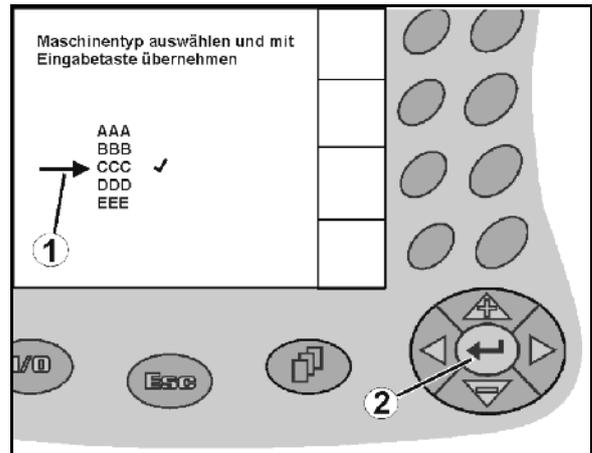

Fig. 14
1.  Positionnement de la flèche de sélection (Fig. 14/1).
2.  Validation de la sélection (Fig. 14/2).